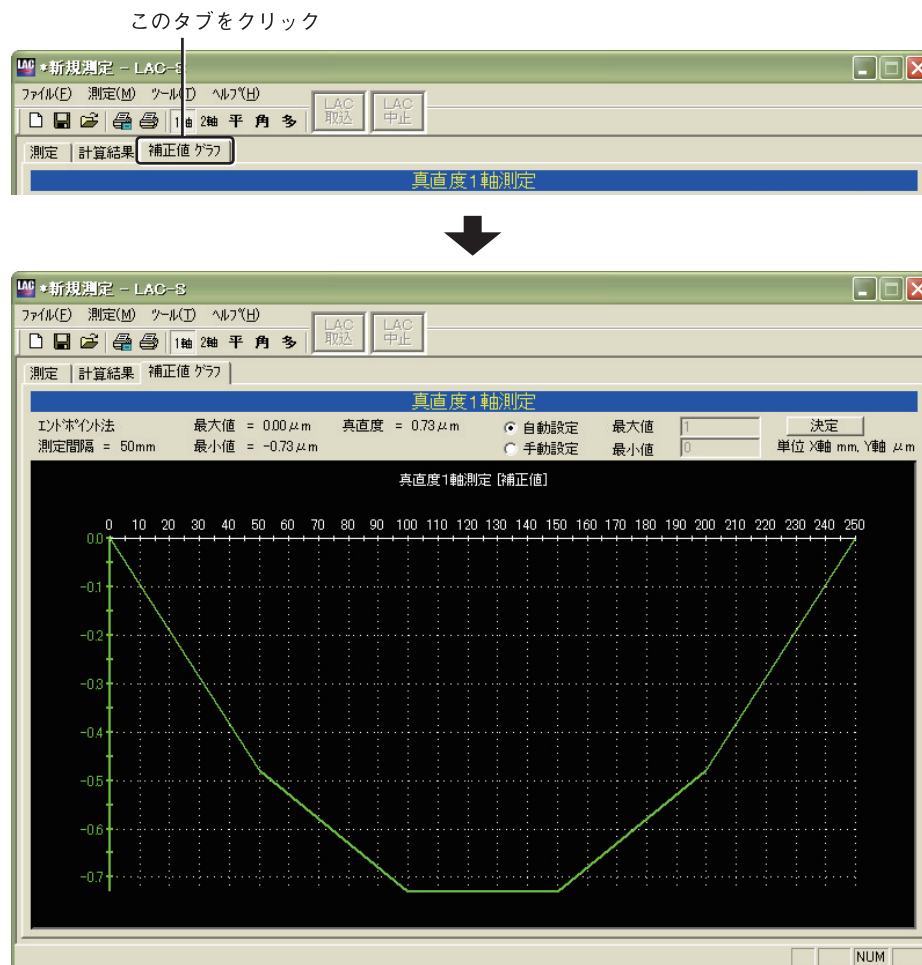

図5-3-12
5.3.2で行った計算結果を「補正值グラフ」で表示します。真直度1軸測定画面の[補正值グラフ]タブをクリックすると「測定値グラフ」が表示されます(図5-3-12)。